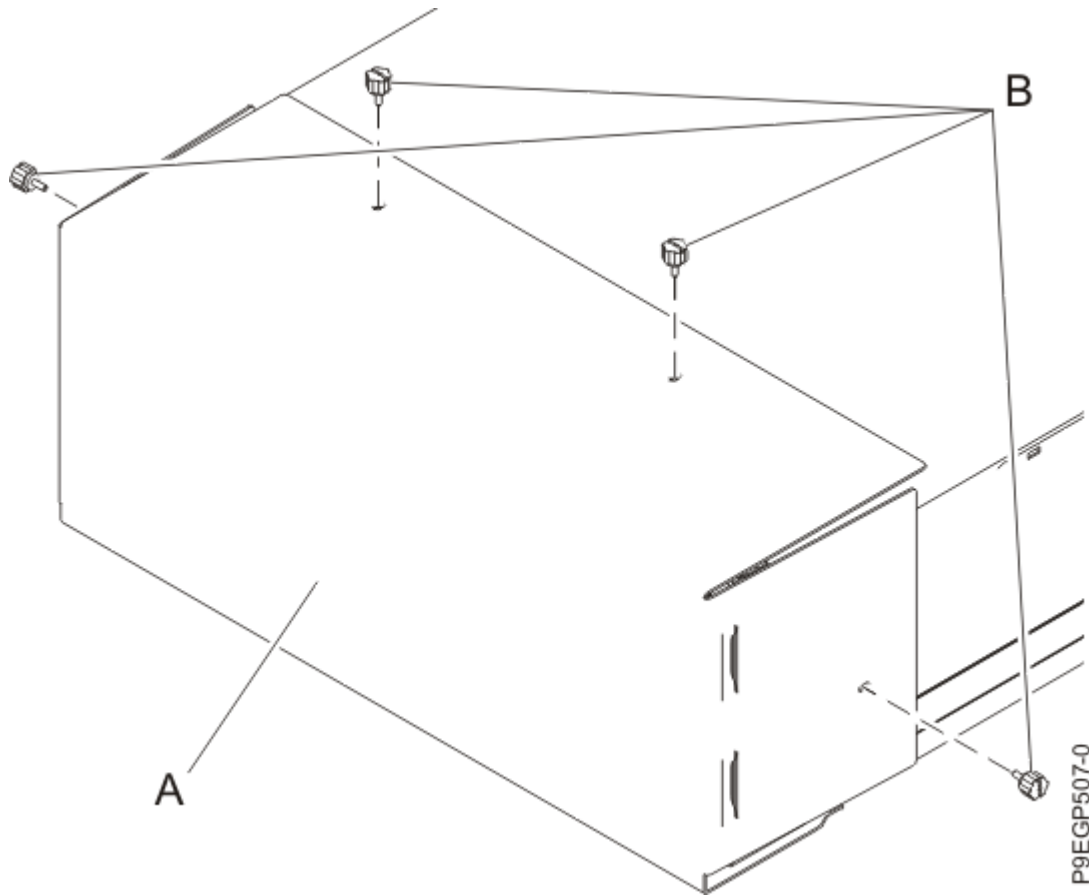

Abbildung 7. Transportabdeckung ausbauen
2. Entfernen Sie die vier Rändelschrauben **(B)**, mit denen die Transportabdeckung **(A)** an der Rückseite des Einschubs befestigt ist (siehe Abbildung 7 auf Seite 11). Bauen Sie die Transportabdeckung aus.